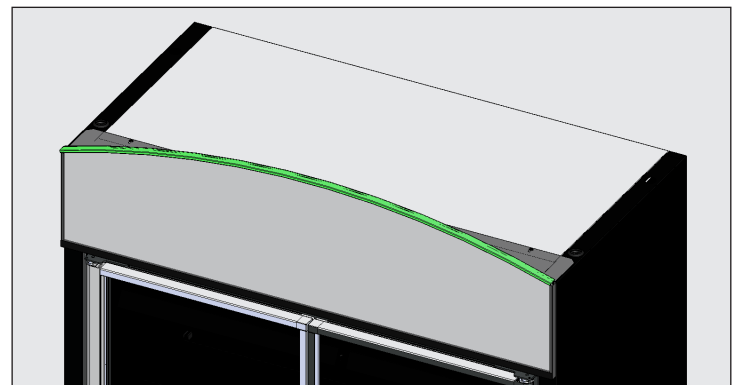

Abb. 5. Schildplattenbaugruppe montieren.
6. Ziehen Sie die Befestigungselemente der Halterung fest. Siehe Abb. 5.